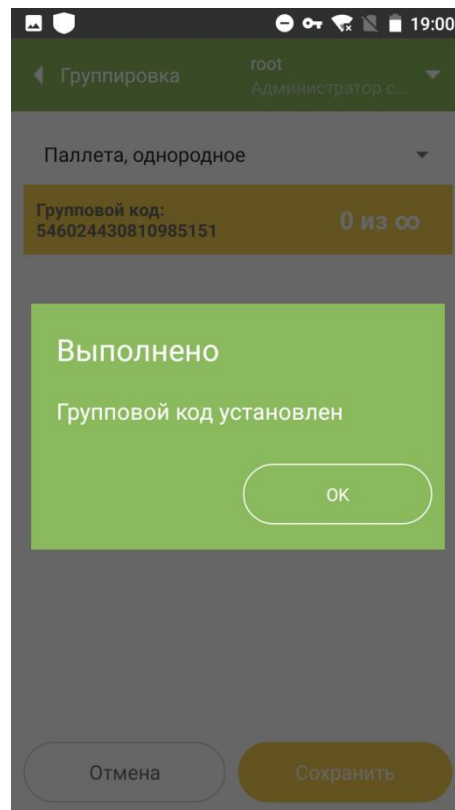

Рисунок 3.3
- 2.1.1. Просканировать групповой SSCC-код паллеты, в которую будут вложены коробки. Появится всплывающее окно «Выполнено. Групповой код установлен» (Рисунок 3.3). Подтвердить нажатием «ОК».